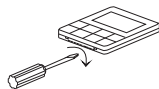

Fig 1
2. Conform fig.1, utilizați o șurubelniță cu cap plat pentru a trage ușor canelura inferioară a controlerului de fir (prea multă forță va deteriora placa de circuit), rotiți pentru a deschide capacul din spate.